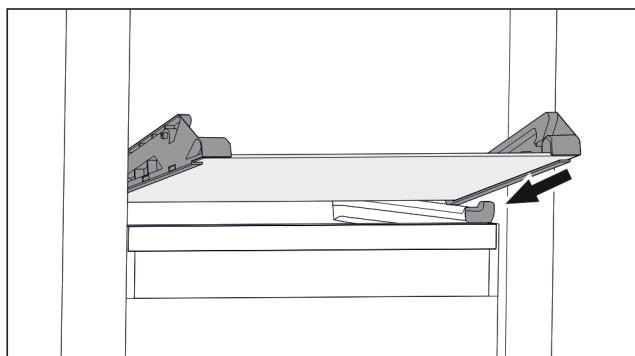

Fig. 73 Płyta szklana szuflady odchylanej
- ▶ Założyć płytę szklaną pod skosem za stoperami. (patrz Fig. 73)